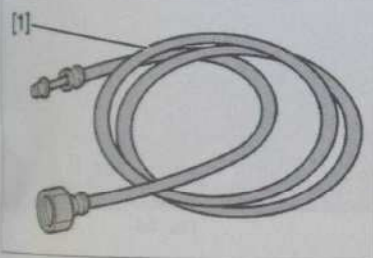

Fig. 55
- [1]. Tuyau avec embout pour valve SHRADER (réf : 0141-T1) (Fig.55).